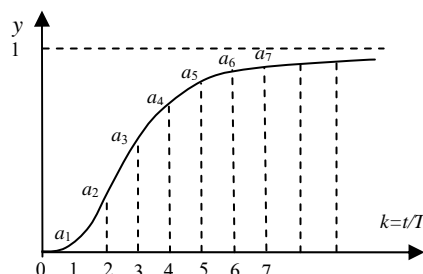
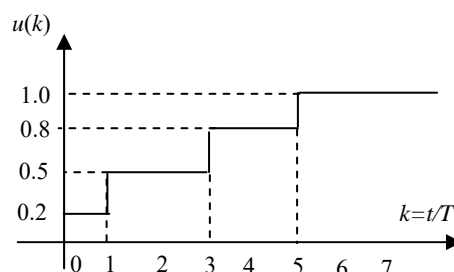

图 2
图 3
- 某被控对象单位阶跃响应如图 2，控制输入 $u(k)$ 如图 3 所示，假设系统初始输出 $y(0) = 0$ ，试求 $k = 3$ 、 $k = 6$ 时被控对象输出 $y(3) = \underline{0.2a_3+0.3a_2}$ ， $y(6) = \underline{0.2a_6+0.3a_5+0.3a_3+0.2a_1}$ 。(4 分)